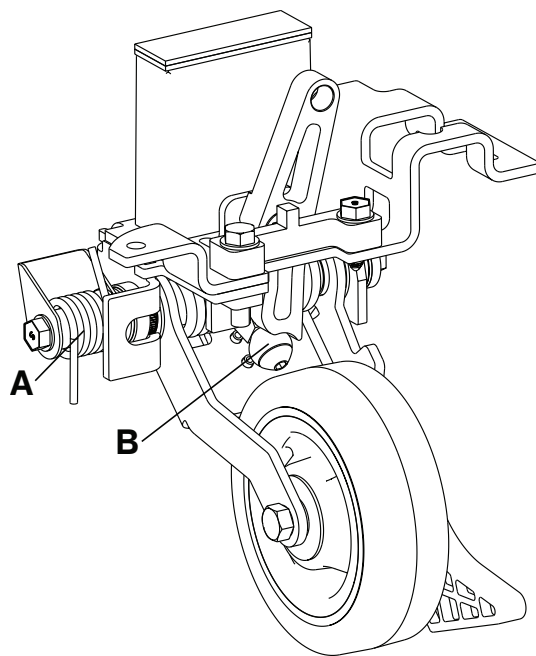

Figura 22 – Lubrificação da quinta roda retrátil
3. Aplique o lubrificante MPG-3 à mola (A) e à esfera (B) (Figura 22).